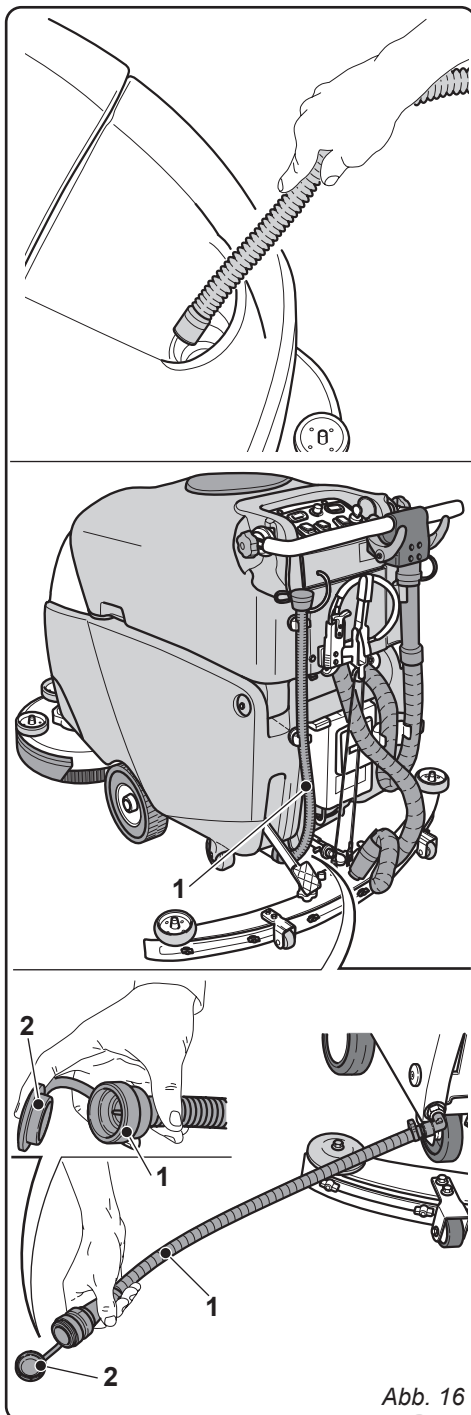

Abb. 16
10.1.a - Leeren und Reinigen des Frischwassertanks (Abb. 16)